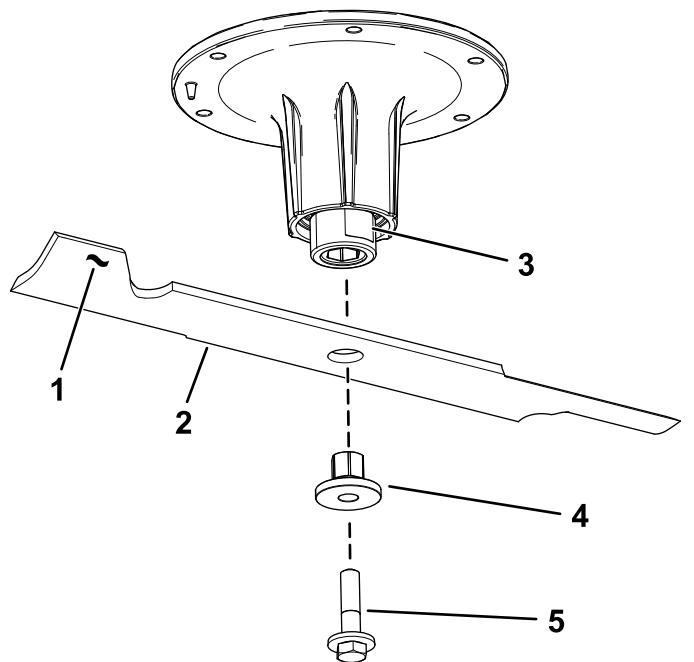

Figura 76
2. Retire a cavilha da lâmina, o casquilho, e a lâmina do eixo (Figura 76).